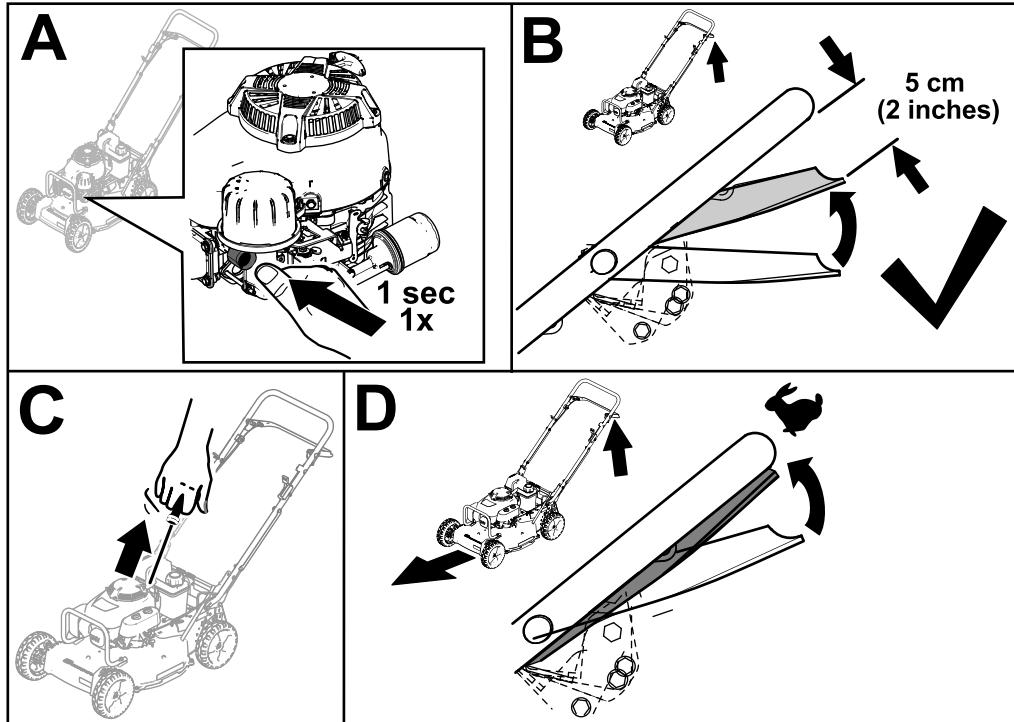

Figure 13
3. Appuyez fermement sur la poire de l'amorceur pendant 1 seconde (encadré A de la Figure 13).
4. Maintenez la barre de commande de la lame à la position Marche/Changement à environ 5 cm (2 po) sous le guidon (encadré B de la Figure 13).
5. Tirez légèrement la poignée du lanceur jusqu'à ce que vous sentiez une résistance, puis tirez vigoureusement et laissez le câble se rétracter lentement jusqu'au guide sur le guidon (encadré C de la Figure 13).